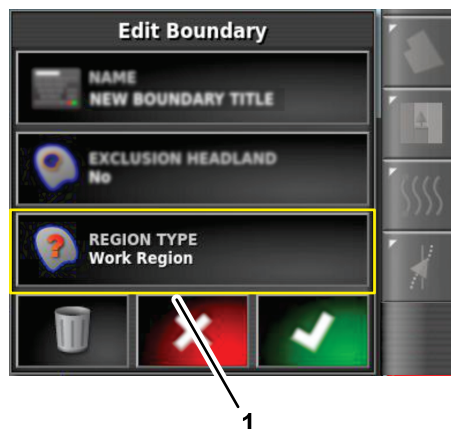

Figura 61
1. Na caixa de diálogo “editar limite”, pressione o ícone TIPO DE REGIÃO (Figura 61).